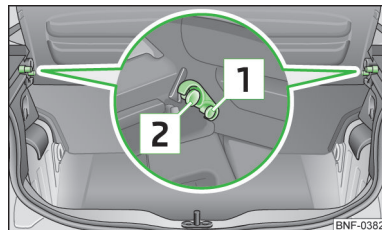

Fig. 45 Afmontering/montering af bagagerumsafdækning
- » Løft bagagerumsafdækningen, og tryk den fast i holderne » Fig. 45 i siden for at klappe den op
- » Træk bagagerumsafdækningen ud af holderne i siden » Fig. 45 nederst for at afmontere den.
Sørg altid for, at bagagerumsafdækningen er gået korrekt i hak i holderne i siden **[2]** » Fig. 45 – risiko for beskadigelse af bagagerumsafdækningen eller bagagerummet.